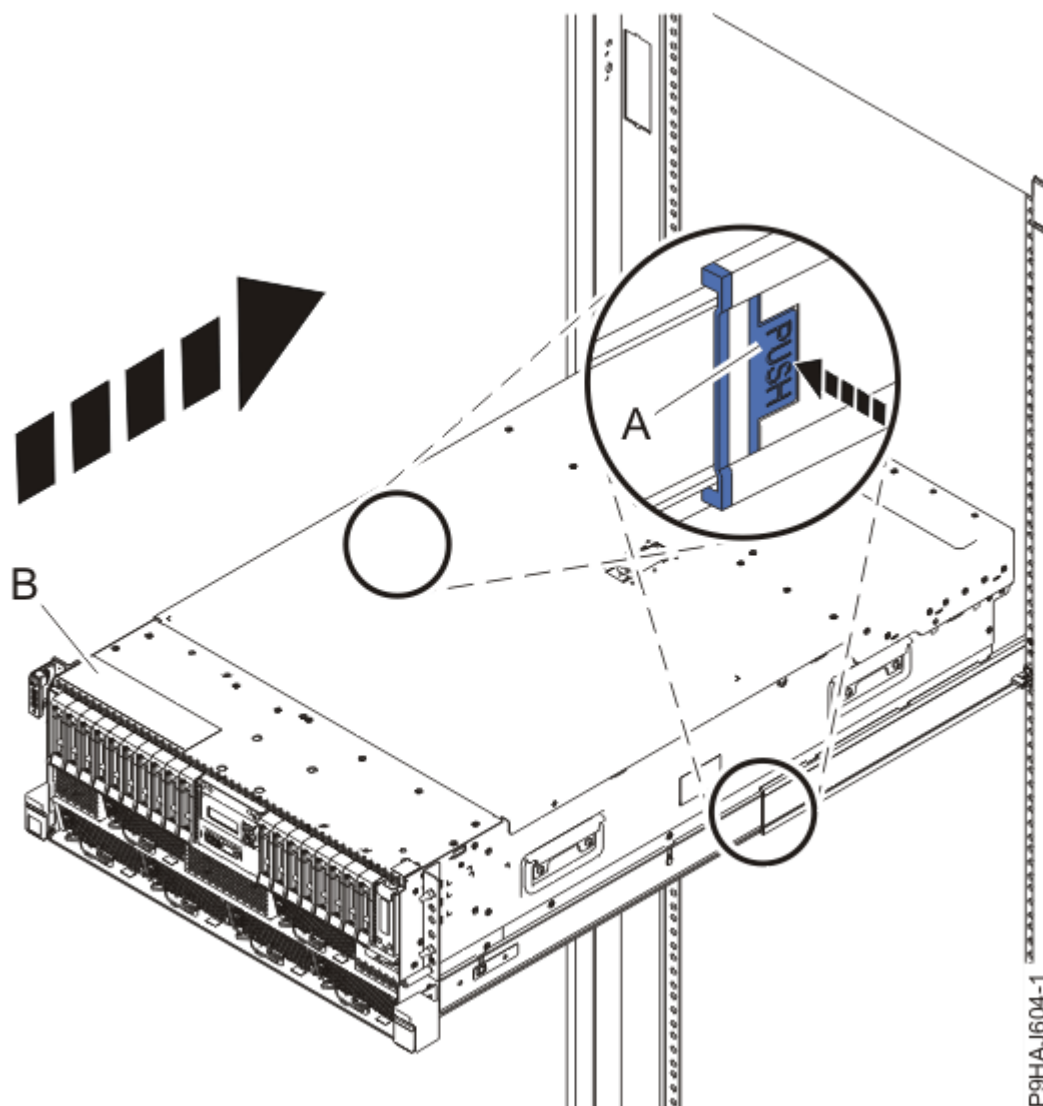

Figura 45. Colocación del sistema en la posición operativa
3. Para un sistema montado en bastidor, desbloquee los pestillos de seguridad de color azul de los rieles (**A**), tal como se muestra en la Figura 45 en la página 49 presionándolos hacia dentro.